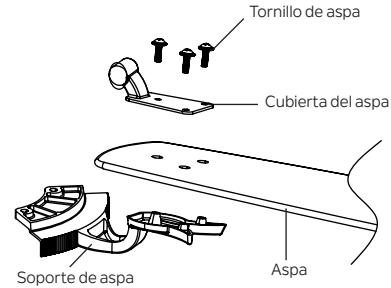

Figura 18
Paso 1. Coloque el aspa sobre el soporte con el poste roscado hacia afuera. Asegúrese de que el borde inferior del aspa esté completamente asentado contra el soporte. Coloque la cubierta del aspa en la parte superior del aspa, y ubique los orificios sobre los postes roscados. Apriete con tres tornillos del paquete de accesorios para asegurar el aspa al soporte. (Figura 18)